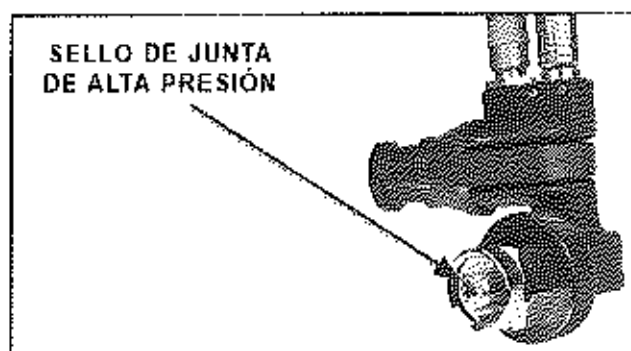

FIGURA 20
7. Inspeccione el acoplamiento de alta presión y verifique que el sello de la junta esté presente y no esté dañado. Consulte la Figura 20. Si la junta está presente y no está dañada, alinee el acoplamiento de alta presión con la salida de la válvula del cilindro y apriete a mano el acoplamiento de la manguera a la válvula del cilindro.